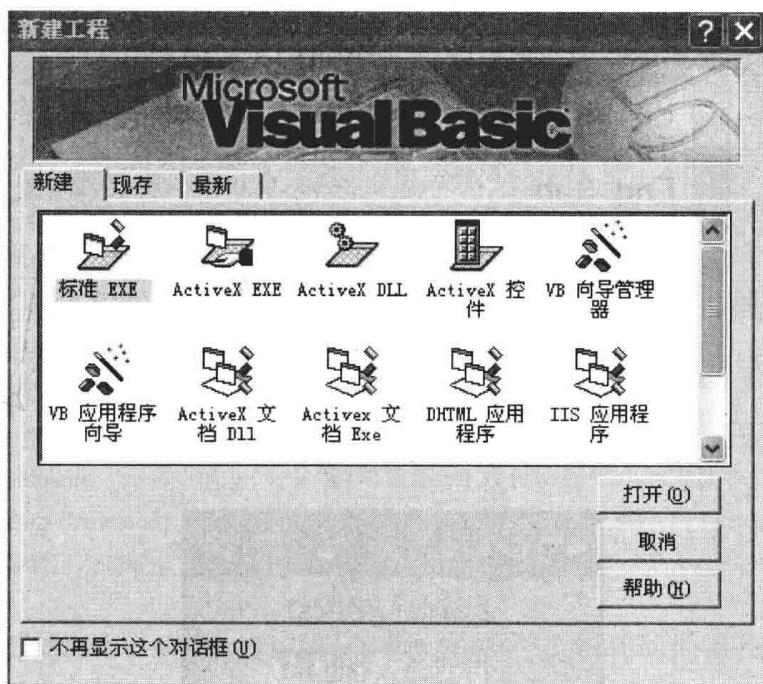

图 1-8 “新建工程”对话框
1) 启动 VB6.0, 如图 1-8 所示, 选择“标准 EXE”, 单击“打开”按钮后进入 VB 开发和设计环境。